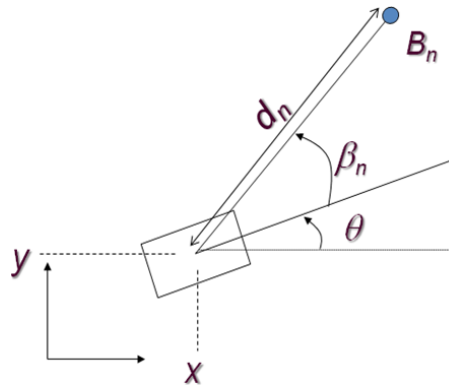

FIGURE 2 – Détection d'une balise B_n
- un capteur spécifique de détection de balise. Lorsque ce capteur interroge la balise i , B_i , la balise lui retourne deux informations : l'angle entre la direction du robot et la direction de la balise (angle β_i) et la distance robot-balise (distance d_i). La figure 2 illustre la détection de la balise B_n .